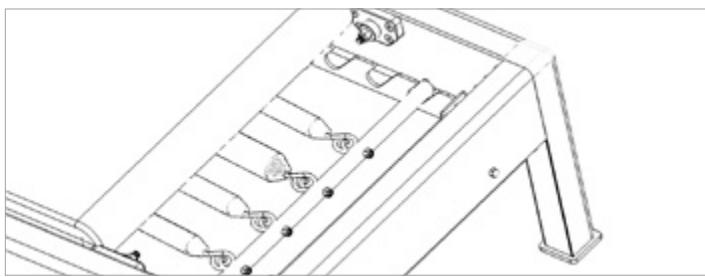

Abbildung 6
Setzen Sie den Federbalken mit den Hakenenden nach oben in den Getriebewinkel ein, wie in Abbildung 6 gezeigt. Verbinden Sie mindestens (1) Feder mit einer Ringschraube am dem Federbalken.